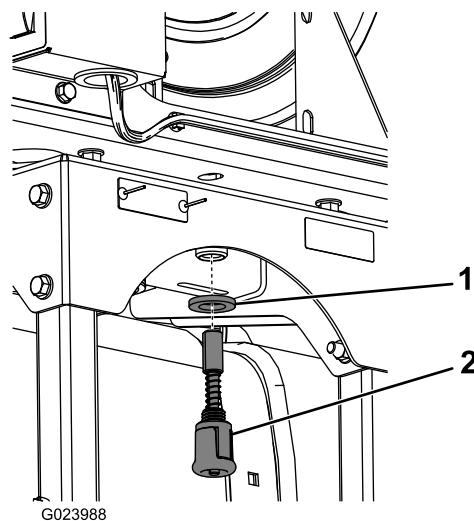

Bild 8
8. Befestigen Sie die große Scheibe und den Federstift an der Unterseite des Schlauchtrommelrahmens (**Bild 8**).